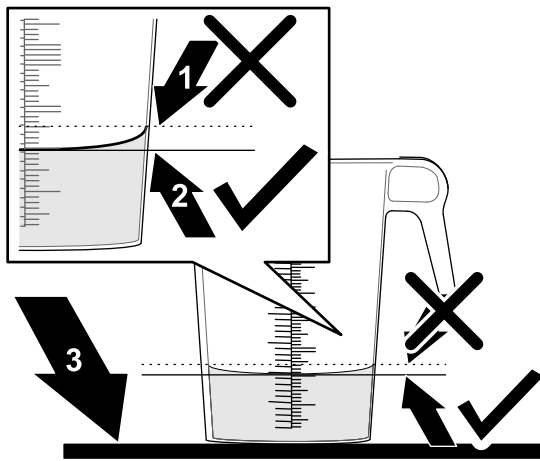

Bild 83
- Stellen Sie den Behälter mit der Skala auf eine ebene Fläche und notieren Sie das Flüssigkeitsvolumen (Bild 83).